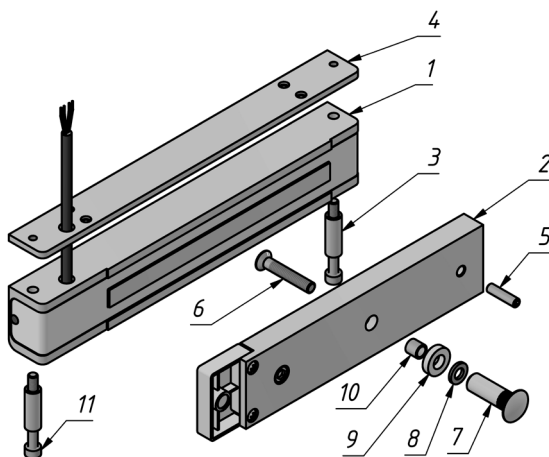

Рисунок 1 – Комплект поставки замка
3.1 Комплект поставки (рисунок 1):
4.5 Винт крепления якоря (поз.6 рис.1) необходимо затянуть с